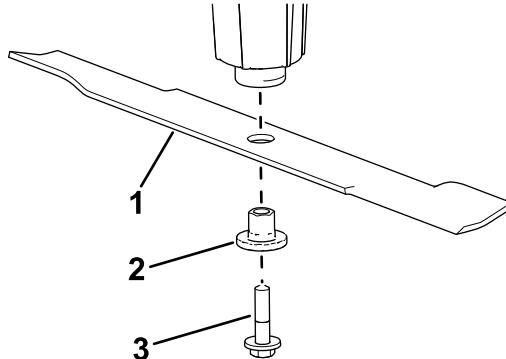

Рисунок 24
4. Снимите болт ножа, втулку и нож с вала шпинделя (Рисунок 24).